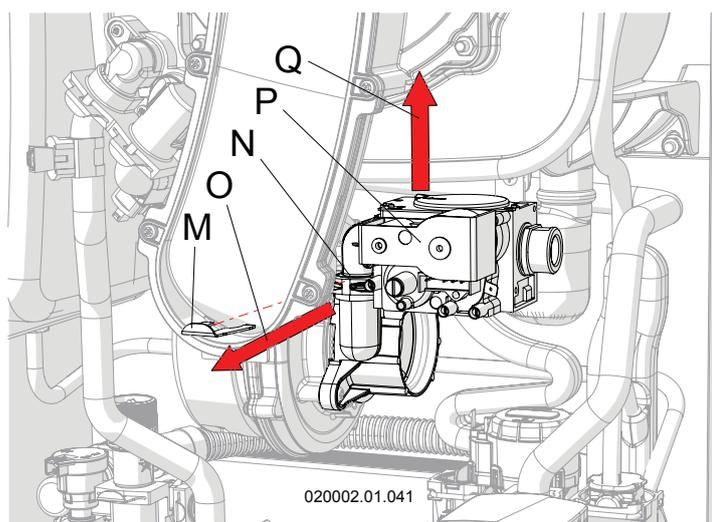

Figura 6-3 - Smontaggio valvola gas
8. - Rimuovere la molla di serraggio "M" dalla sede "N" liberando la valvola "P" (Vedi Figura 6-3);
11. - Rimontare la valvola del gas (vedi Figura 6-3, particolare "P"), avendo cura di riposizionare la molla "M".